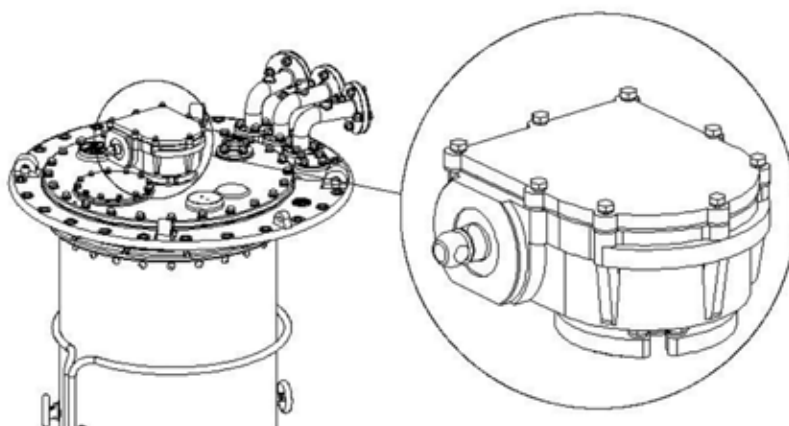

图 36 变齿轮盒安装位置
2. 通过转动扁齿轮盒的传动轴将扁齿轮盒转到要求的安装位置 (图 36)。